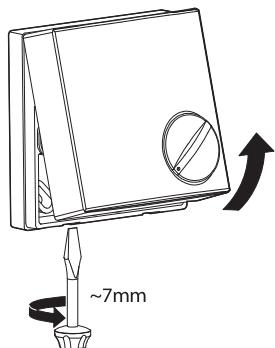

ABB. 14: Abdeckung
3. Entfernen Sie mit einem Schraubenzieher die Abdeckung mit Hygrostat. „ABB. 14: Abdeckung“.